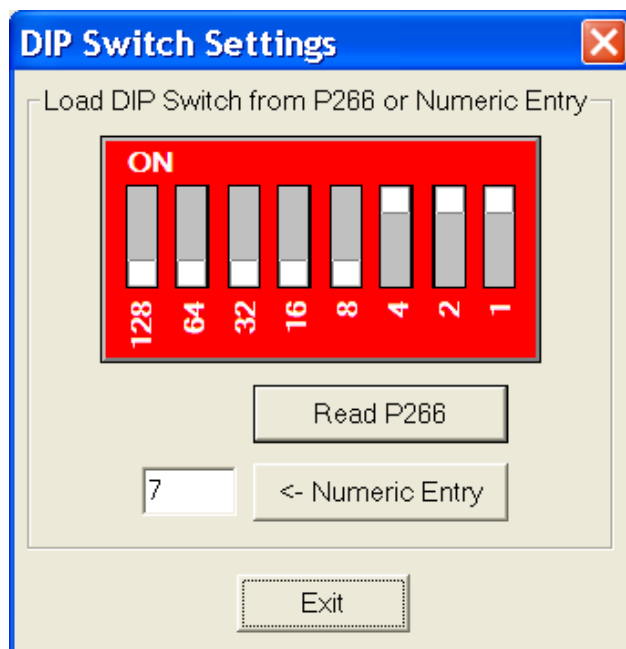

Figure 52 : Écran « DIP Viewer » (observateur DIP)
- **Read P266** (Lecture du P266) : en cliquant sur ce bouton, P266 Utility procède à la lecture du commutateur DIP du Speed Control P266 auquel il est connecté. Si la lecture est réussie, le graphique du commutateur DIP est mis à jour avec la valeur du Speed Control et le champ « numeric entry » (Entrée numérique) reflète l'équivalent décimal du commutateur DIP du Speed Control. Dans l'exemple en Figure 52, la valeur du commutateur DIP du Speed Control P266 est définie à 7.